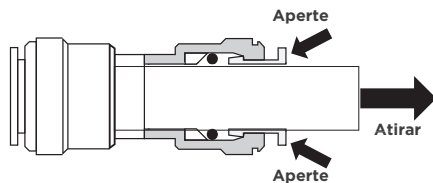

Figure 3
2. Use o polegar e o indicador para pressionar a manga da trava. Use a outra mão para retirar o tubo da conexão (Fig. 3).
4. Torça o adaptador de água de alimentação na válvula de abastecimento de água fria (com sua arruela) e aperte-o com uma chave ajustável (Fig. 3). NOTA: Se o tubo de água fria não tiver 1/2", aparafuse os dois conversores de o adaptador de água de alimentação (Fig. 4) e, em seguida, implemente a etapa 3.